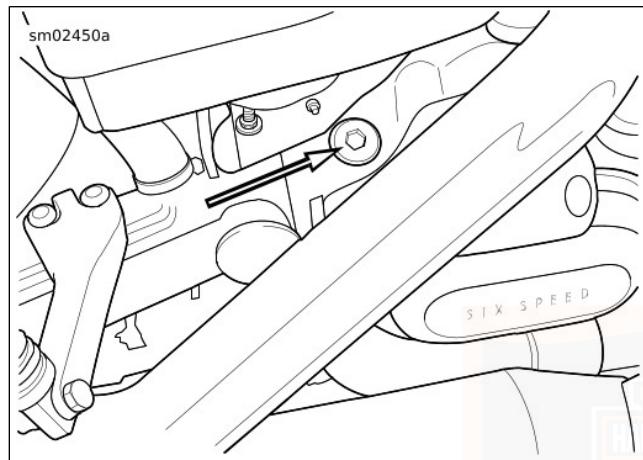

Figura 26. Posizione dell'astina di livello dell'olio del cambio
2. Vedere Figura 26. Estrarre l'astina di livello dell'olio del cambio. Pulire l'astina di livello.
1. Vedere Figura 26. Rimuovere il tappo del rifornimento/l'astina di livello dell'olio del cambio.